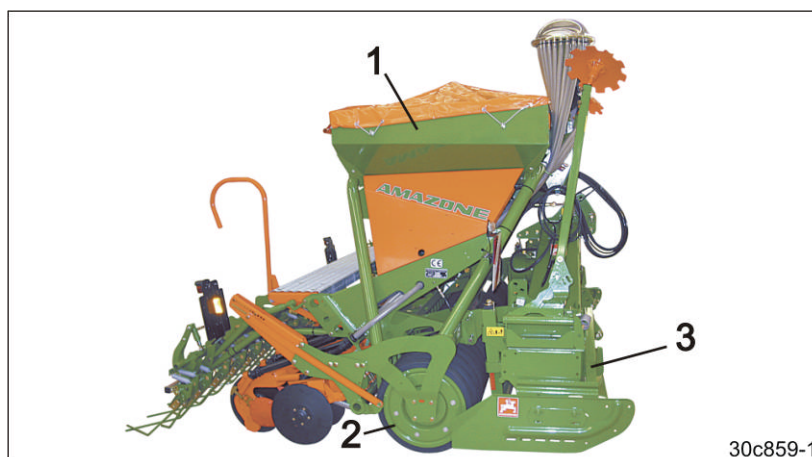

Fig. 7
or påbygging (Fig. 7/1)
- kileringtrommel (Fig. 7/2) eller tannpakketrommel
- rotorkultivator (Fig. 7/3) eller rotorharv